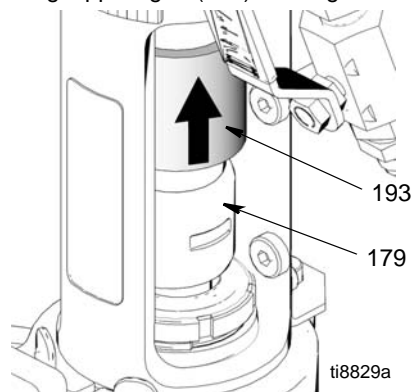

FIG. 15
5. (Afb. 15) Schuif de kap van de koppeling (193) omhoog om de stangkoppelingen (179) volledig bloot te leggen.